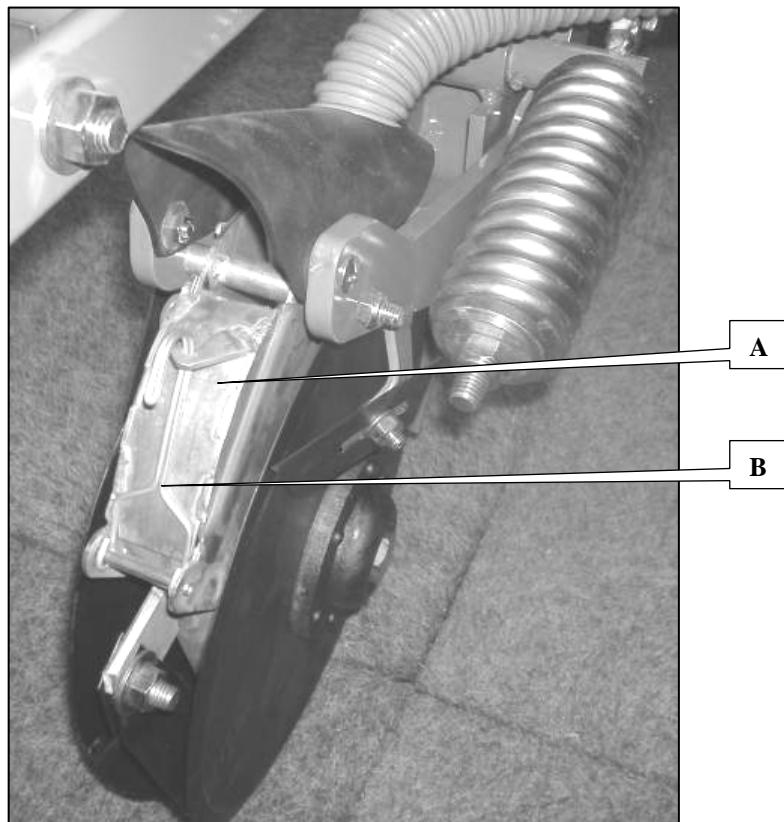

Fig. 1
I supporti sovesciatori sono montati su guida (A fig. 1). La loro posizione rispetto alla linea della semina è regolabile da 5 a 13 cm.
Sollevare la seminatrice. Allentare le 2 viti (B fig. 1), posizionare il supporto sovesciatore nella posizione desiderata e stringere le 2 viti.
Sollevare la seminatrice, togliere la coppiglia e rimuovere il mandrino (C fig. 1). Il doppio disco scorre sul suo supporto. Allargare il foro con una broccia alla posizione desiderata e fissare.
- Nettoyer les cyclones (sur rangs n°1, n°2, n°5 et n°6) (Fig.1).
- Retirer l'agrafe (A fig. 1) pour ouvrir le volet (B fig.1).
- Clean the cyclones (on rows 1, 2, 5 and 6) (Fig.1).
- Remove the fastener (A fig. 1) to open the shutter (B fig.1).